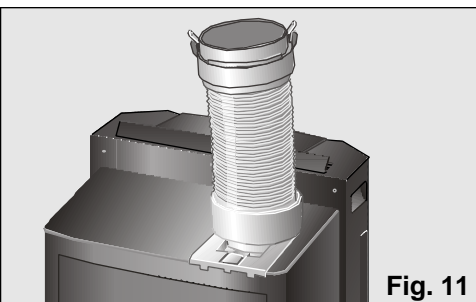

Fig. 11
- Verwijder de diffuusbuis en zet de afvoerbuis van de lucht op de in **fig. 11.** aangegeven positie.